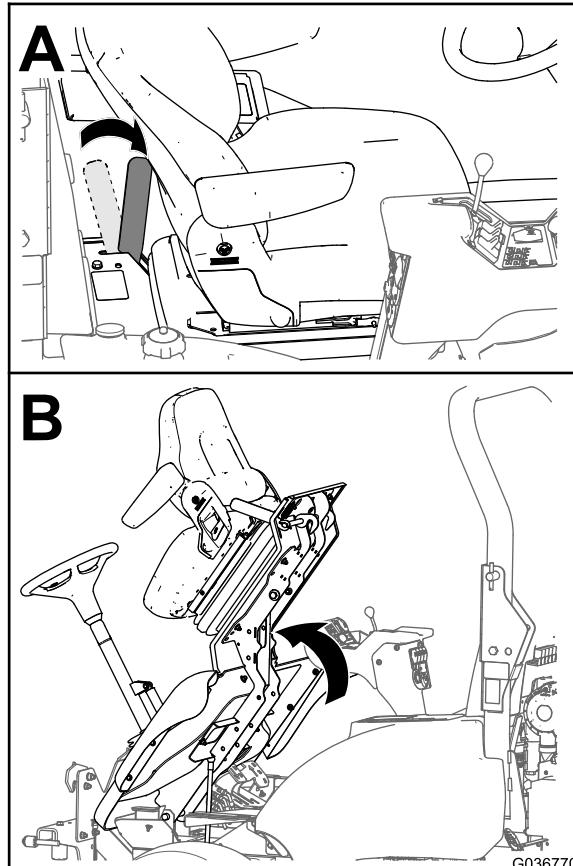

Figure 1
Amenez la poignée de la plate-forme du conducteur en position déverrouillée et basculez la plate-forme en avant, comme montré à la Figure 1.
- A. Abaissez le plateau de coupe avec précaution ; voir la Figure 1 sous Levage de la plate-forme du conducteur \(page 1\).
- B. Déplacez la poignée de verrouillage vers l'avant de la tondeuse lorsque la plate-forme approche de la position complètement abaissée ; voir la Figure 1 sous Levage de la plate-forme du conducteur \(page 1\).
- C. Abaissez complètement la plate-forme et déplacez la poignée de verrouillage vers l'arrière de la tondeuse jusqu'à ce que les crochets du verrou s'engagent complètement sur la barre de verrouillage ; voir la Figure 1 sous Levage de la plate-forme du conducteur \(page 1\).
1. Abaissez le plateau de coupe avec précaution ; voir la Figure 1 sous Levage de la plate-forme du conducteur \(page 1\).
2. Déplacez la poignée de verrouillage vers l'avant de la tondeuse lorsque la plate-forme approche de la position complètement abaissée ; voir la Figure 1 sous Levage de la plate-forme du conducteur \(page 1\).